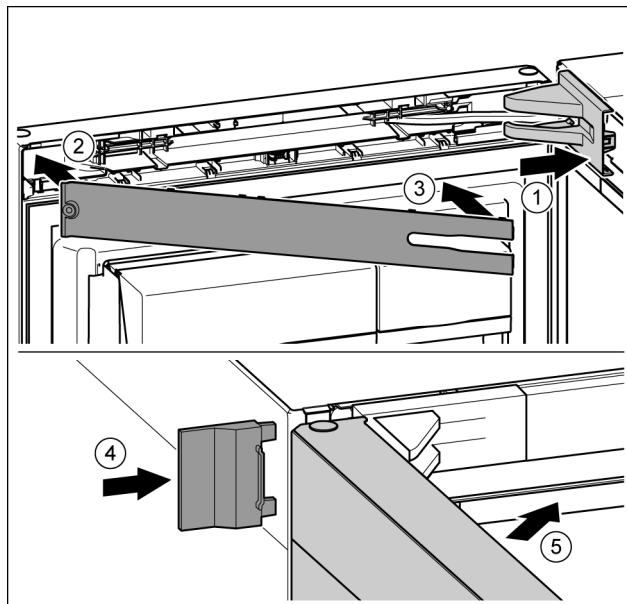

Fig. 23
- ▶ 放上并插入托架盖，如有必要小心地按压分开。 Fig. 23 (1)
- ▶ 盖上隔板。 Fig. 23 (2)
- ▶ 转入隔板并卡入到位。 Fig. 23 (3)
- ▶ 插入外盖。 Fig. 23 (4)
- ▶ 关闭冰箱上方门。 Fig. 23 (5)